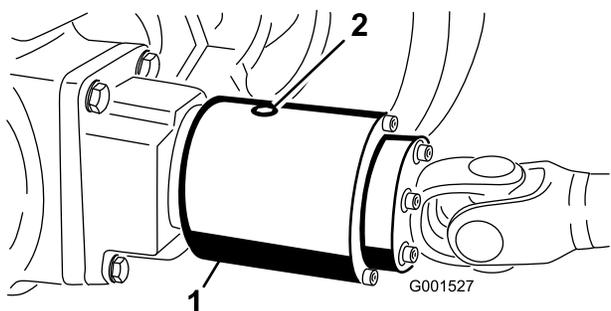

Figura 63
2. Rode a embraiagem (Figura 63) de modo a que o tampão de verificacão esteja na posicão das 4 horas.